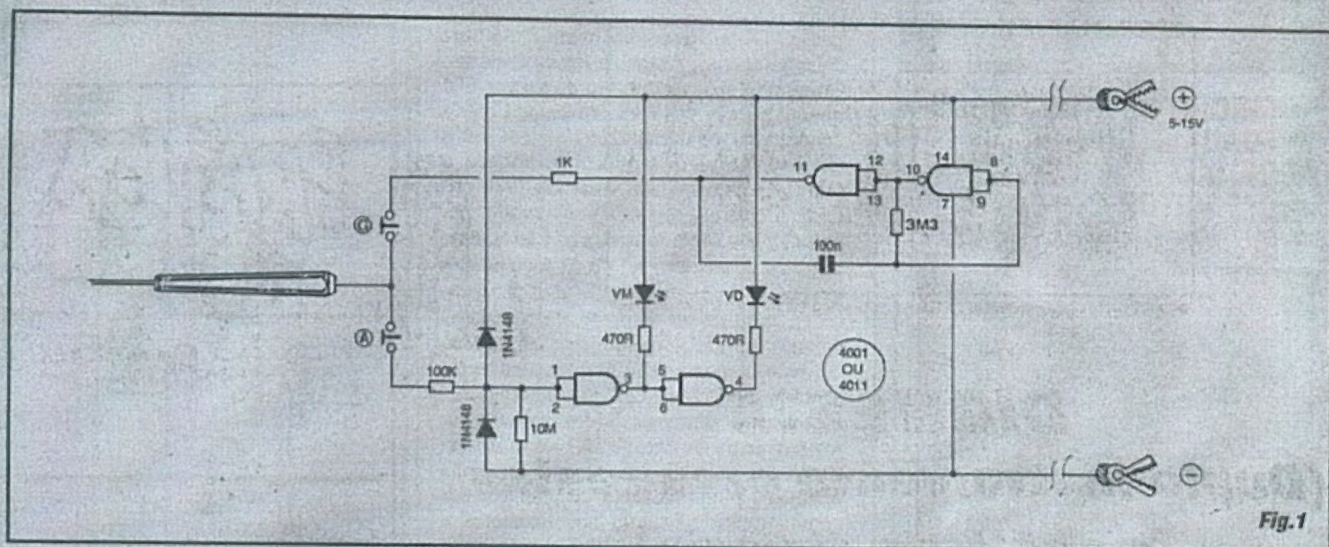

Fig. 1
- FIG. 1 - DIAGRAMA ESQUEMÁTICO DO CIRCUITO - O arranjo "divide em dois", para a realização das desejadas funções, um Integrado C.MOS 4001 ou 4011, indiferentemente, já que embora um contenha *gates* NOR e o outro *gates* NAND, no caso todos os *gates* são utilizados como simples inversores (tendo suas duas Entradas "juntadas", sempre...). O bloco GERADOR de pulsos (que funciona, na prática, como uma espécie de "INJETOR" DE SINAIS DIGITAIS...) é formado pelos *gates* delimitados pelos pinos 8-9-10 e 11-12-13, que estão organizados em ASTÁVEL (já vimos tal estrutura em "Aulas" imediatamente anteriores da presente série...), oscilando em Frequência bem baixa, basicamente determinada pelos valores do resistor de 3M3 e capacitor de 100n... Dessa forma, quando premido o *push-button* G, através do resistor protetor e limitador de 1K um "trem" de pulsos, lentos, facilmente "acompanháveis", é oferecido pela ponta de prova; podendo ser "injetado" em qualquer Entrada de *gate*, bloco, módulo ou circuito digital C.MOS, proporcionando assim uma prática análise dinâmica do dito cujo! No outro bloco do DITE, utilizamos os dois *gates* (delimitados pelos pinos 1-2-3 e 4-5-6...) como um mero par de inversores, "enfileirados", com cada Saída (pinos 3 e 4...) comandando um LED (respectivamente *vermelho* e *verde*...) através de resistores de proteção de 470R... A Entrada geral desse módulo situa-se nos pinos 1-2 ("juntados") do Integrado, mantida em *stand by* sob condição digital "baixa" (pela presença do resistor de 10M e cuidadosamente protegida contra "picos" de Tensão, excessos momentâneos ou